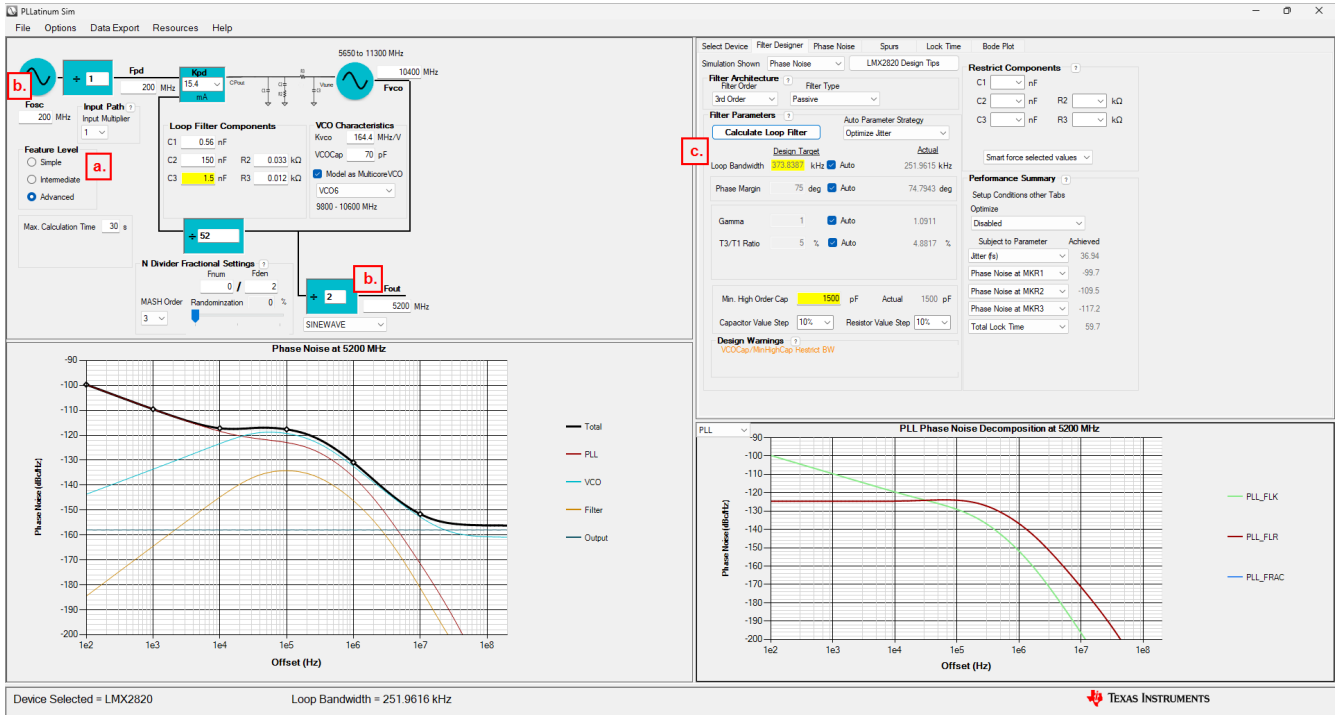

图 10-2. 在 PLLatinum Sim 中设置应用的系统要求
2. 根据系统要求输入  $F_{osc}$  和  $F_{out}$ 。按照节 9 中的系统， $F_{osc}$  为 100MHz， $F_{out}$  为 5200MHz。图 10-2 中演示了分步指南。